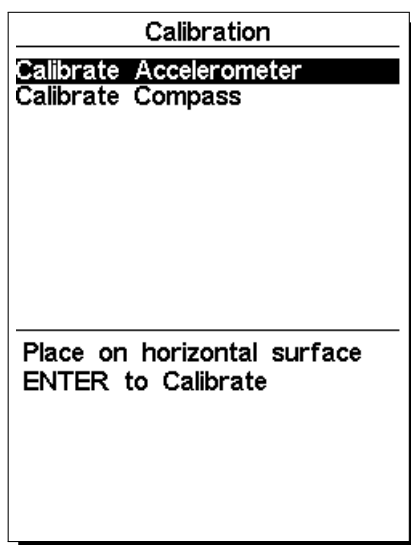

FIGURE 8.1 – Option du menu « Calibrate Accelerometer » (Calibrer l'accéléromètre)
1. Aller dans Menu->Réglages->Calibration (Calibrage) et choisir l'option « Calibrate Accelerometer » (Calibrer l'accéléromètre) (voir Figure 8.1) ;